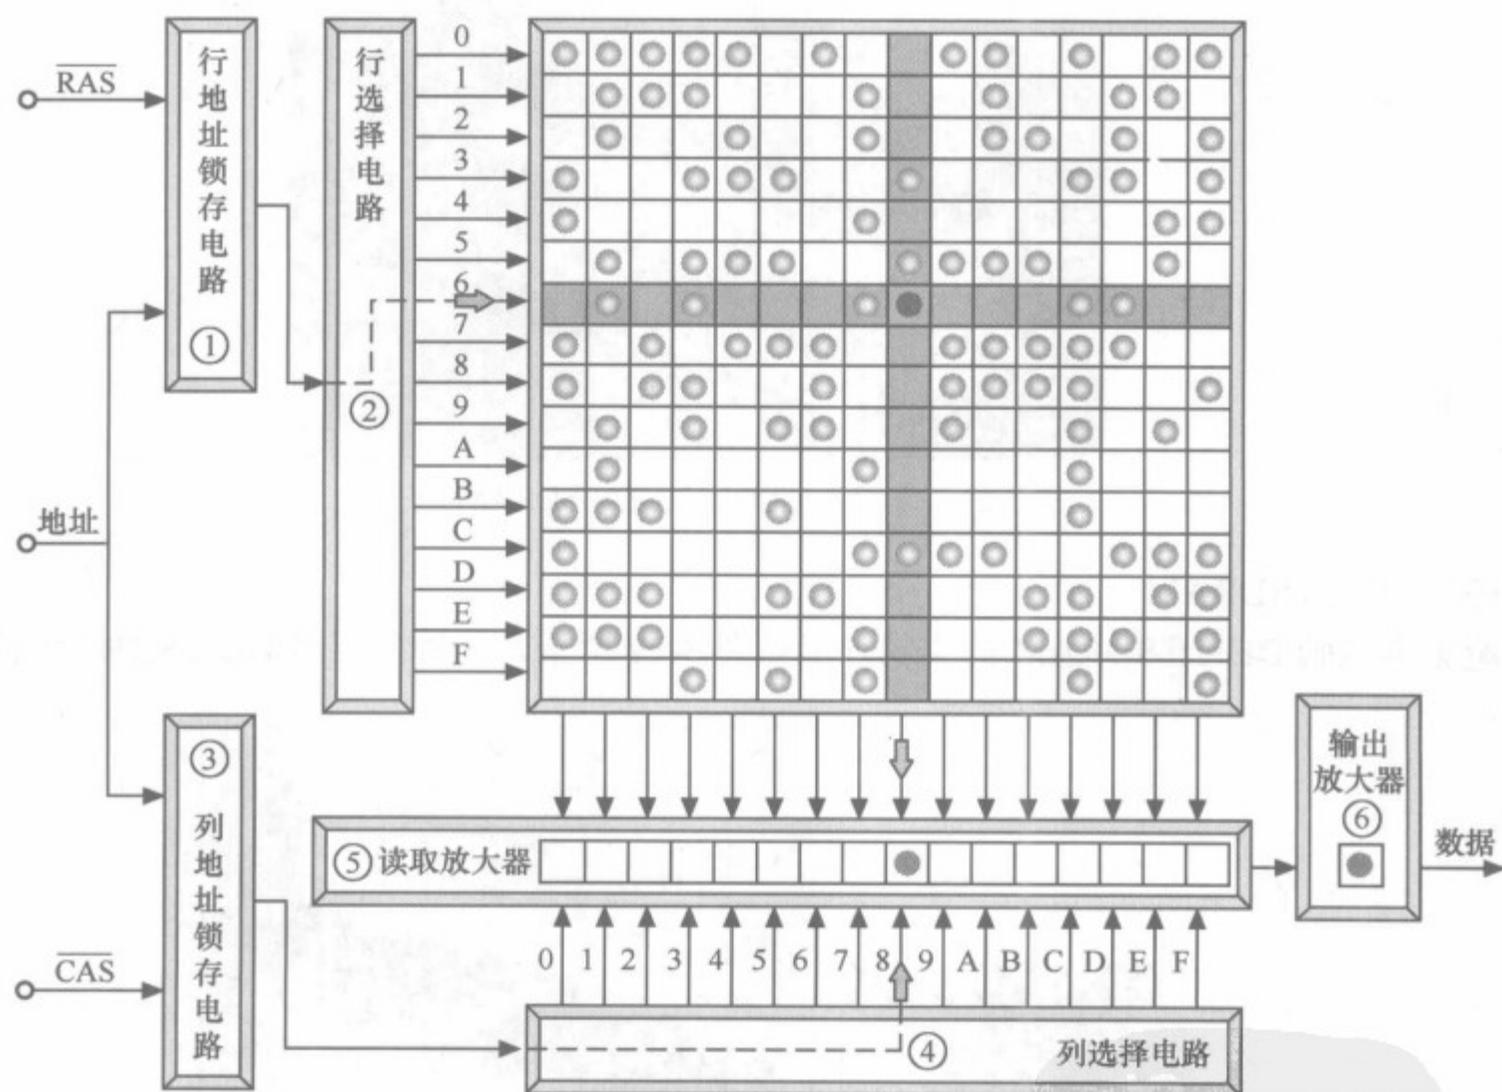

图 3-23 内存地址与数据选择示意图
图 3-23 为内存地址与数据选择示意图。内存是由很多横竖排列的内存单元组成的，每个内存单元实际上就是一个半导体存储器，能够存储数据。在图 3-23 中，有小球的地方就表示有数据，用 1 表示；没有小球的地方就表示没有数据，用 0 表示。这些数据存储的位置就是地址。根据集成电路的制造工艺，每一个数据存到存储器中时，都要存储到相应的单元当中去，而不是随便乱存的。
在图 3-23 中，将 $\overline{\text{RAS}}$ 这个信号送入行地址锁存电路①中时，先通过行地址寻找行坐标，将行地址选择信号送入行选择电路②中，送出控制信号去选择第 6 行的驱动信号端。然后将 $\overline{\text{CAS}}$ 信号送入列地址锁存电路③中，通过 $\overline{\text{CAS}}$ 信号来选择列地址，将列地址选择信号送入列选择电路④中，选择第 8 列的驱动信号端。此时就将第 6 行第 8 列的这个数据锁定了，再